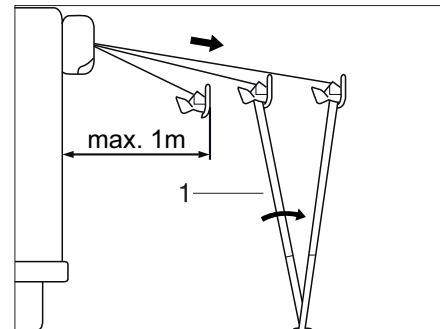

Bild 43 Markise aufstellen
- Stützfüße (Bild 43,1) ausklappen und auf den Boden stellen.